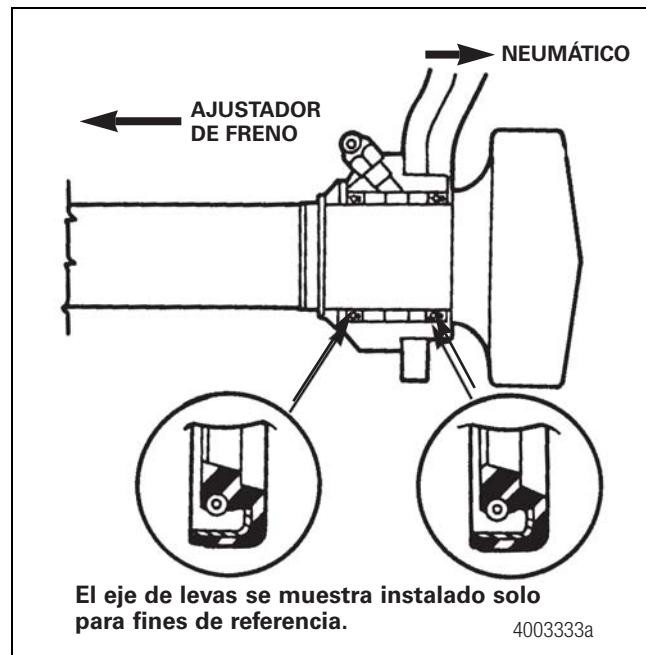

Figura 11.36
B. En bujes de metal, instale dos sellos de grasa. Verifique que los bordes del sello apunten hacia el ajustador de freno y que los cuerpos del sello estén presionados contra el buje de metal. Figura 11.36.